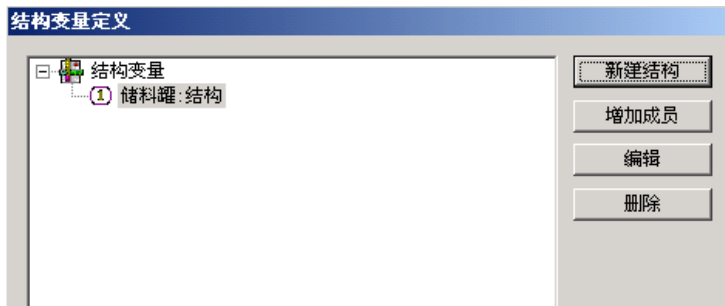
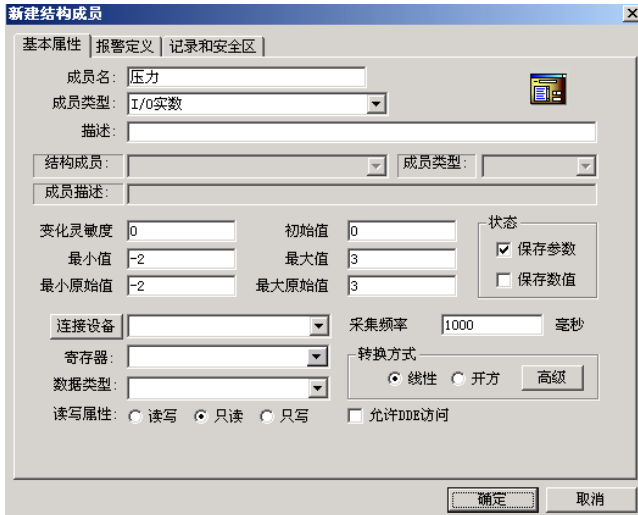

图 5.6 新增加的结构
图 5.7 结构成员定义对话框
如在结构名称输入对话框中输入“储料罐”，单击确定按钮，关闭对话框，则在结构变量定义界面上增加了一个新的结构，如下图 5.6 所示。
- **增加成员：**选中一个结构模板，如图 5.6 所示，单击<增加成员>按钮，弹出新建结构成员对话框，如图 5.7 所示。